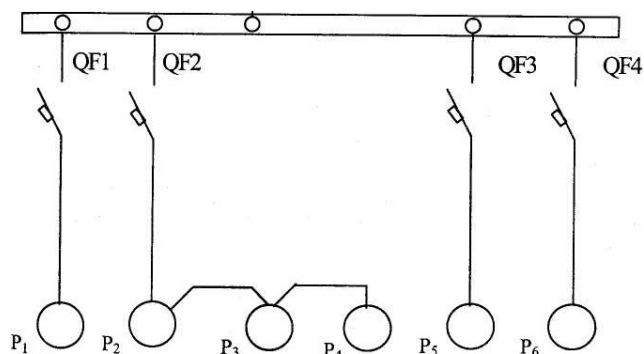

Рисунок 4.2 - Схема распределительной сети
**4.2. Рассчитать токи электроприемников и выбрать автоматические выключатели в распределительном шкафу серии ПР8501 (рисунок 4.2).**